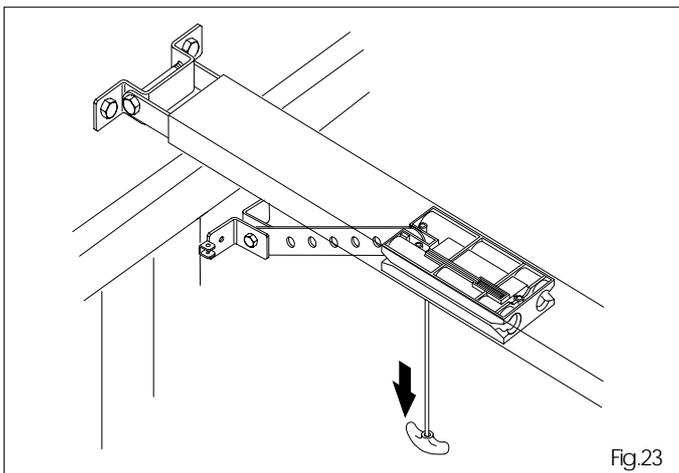

Fig.23
- 6.18 Desbloqueen el operador tirando hacia abajo la palanca de desbloqueo (fig.23).